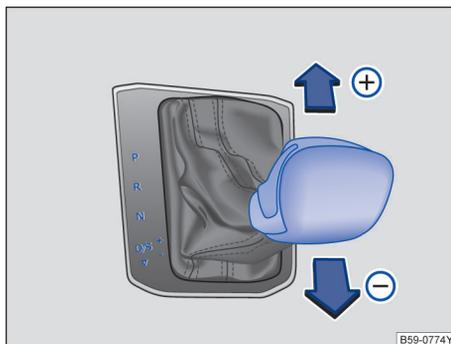

图 112 换挡杆在 Tiptronic 手动电控换挡程序位置上
- 向前  或向后  短促按压换挡杆，即可换高档或降挡 → 图 112。